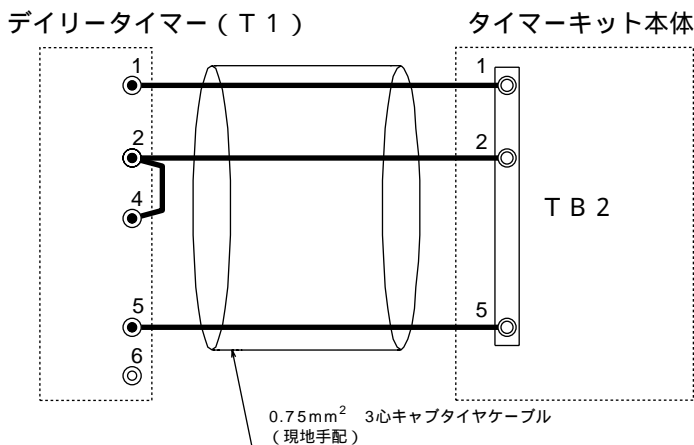

図7 配線接続図
- (1) デイリータイマー（T1）～タイマーキット本体 間の配線は現地手配となります。0.75mm² × 3心キャブタイヤケーブル（VCT）を使用してください。
- (2) 図7の様にデイリータイマー（T1）の1, 2, 5番端子と、タイマーキット本体 のTB 2の1, 2, 5番端子間を接続してください。また手順2 - 3で取外した配線（白色）にて、デイリータイマーの2番端子～4番端子間を接続してください。